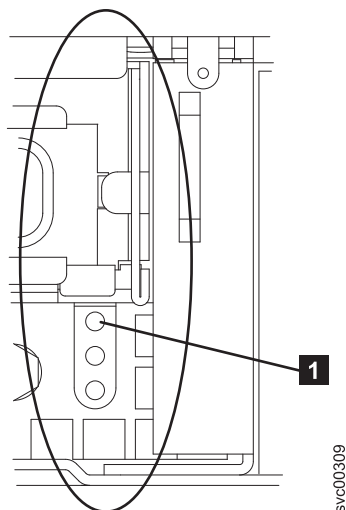
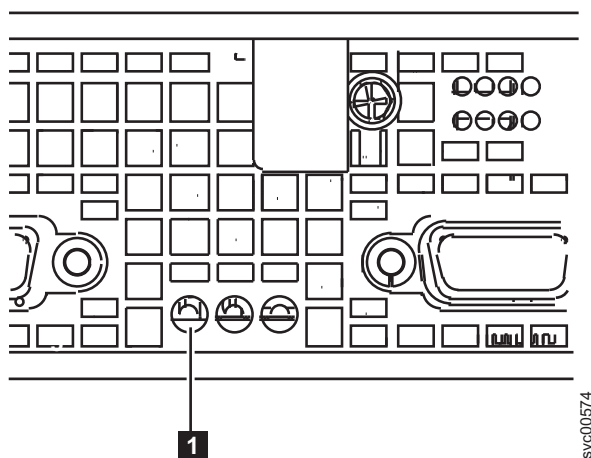

図 72. SAN ボリューム・コントローラー のモデル 2145-8G4、2145-8F4、および 2145-8F2 の背面パネル上の電源 LED
図 73. SAN ボリューム・コントローラー 2145-CF8 の背面パネル上の電源 LED インディケータ
背面パネルの電源 LED が点灯または明滅していますか? 図 72 は、2145-8G4、2145-8F4、または 2145-8F2 ノードの背面パネルにある電源 LED **1** の位置を示しています。図 73 は、2145-CF8 の電源 LED **1** の位置を示しています。
**SAN ポリウム・コントローラー 2145-CF8 電源機構アセンブリーの背面にある電源機構エラー LED が点灯していますか?** 239 ページの図 73 は、2145-CF8 の電源 LED **1** の位置を示しています。